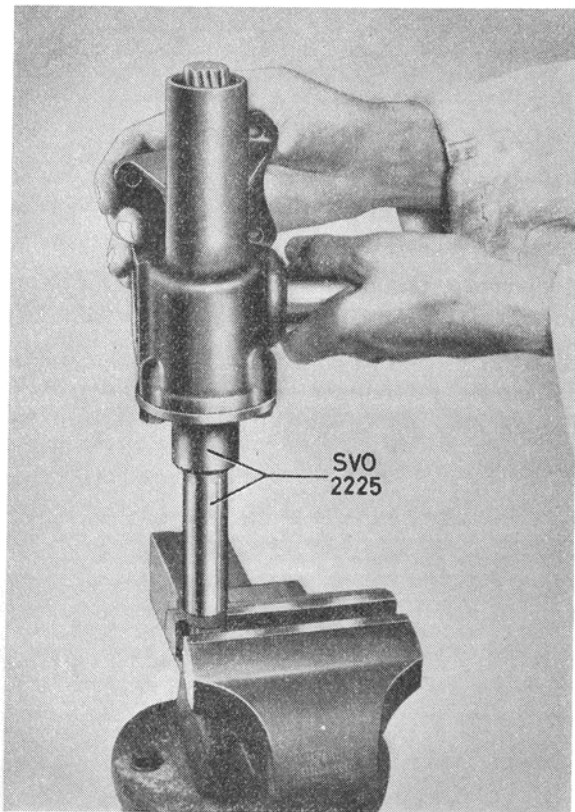
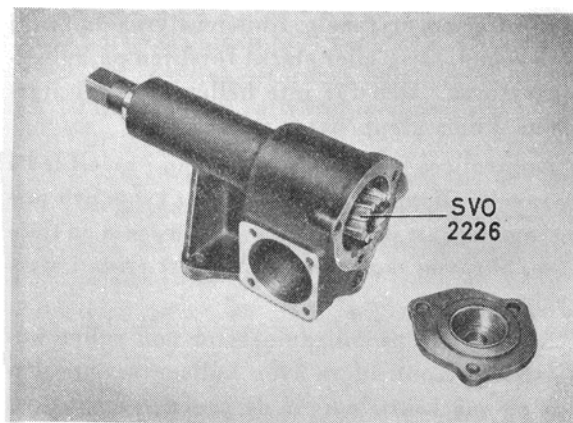

Bild 27. Brotschning av bussningar.
Bild 28. Brotschning av lockbussning.
2. Brotscha bussningarna i huset med brotsch SVO 2225. Träd därvid först in brotschen i huset varefter styrningen skruvas fast och brotschningen kan börja (bild 27). Lockets bussning brotschas med brotsch SVO 2226. Denna trädes först genom husets bussningar enligt bild 28. Därefter monteras locket på sin plats och brotschningen utföres. Efter brotschningen rengöres styrsnäcken från metallspån.